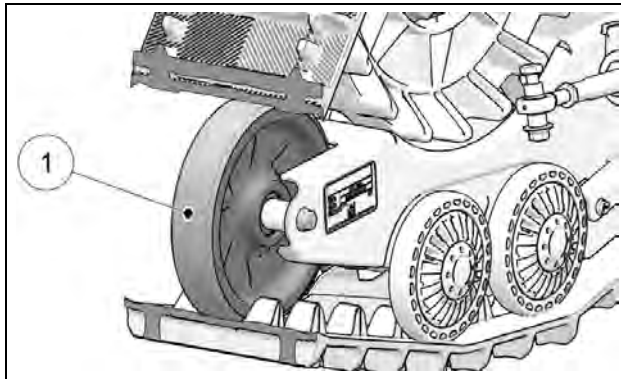

Figure 40
Vérifier l'usure de la bande de contact (1) des roues 200 mm. Si la bande est usée, perforée ou craquelée, remplacer la roue. Elle n'offre plus un support adéquat à la chenille. Voir la Figure 40.